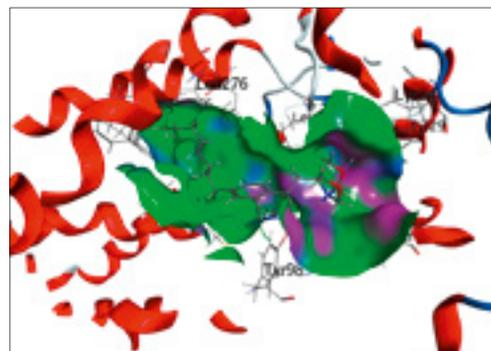

Abb.5 Bindung von „Schmetterlingsverbindungen“ an den S1P1 vgl. [5]
Abb.5 A) Histologische Auswertung von Gefrierschnitten mit Darstellung der Kalzifizierung (schwarz, Von-Kossa-Siberfärbung) im Bereich der Aortenklappen von Vitamin D-Rezeptor-knock-out-Mäusen (gefüttert mit einer calcium- und phosphatreichen rescue diet) im Vergleich mit Wildtypmäusen, die entweder eine rescue diet oder eine Diät mit normaler Calcium- und Phosphatversorgung erhielten. B) Auswertung der Kalzifizierungsflächen und C) Zahl der Kalzifizierungspots in den Aortenklappen von Vitamin D-Rezeptor-knock-out-Mäusen (VDR^{-/-}) und Wildtyp-Mäusen (WT), die eine rescue diet (RD) oder Diät mit normaler Calcium- und Phosphatversorgung (ND) erhielten [Daten publiziert in [4]].
Vitamin D-Rezeptoren wurden auch in Kardiomyozyten, Endothelzellen sowie glatten Muskelzellen nachgewiesen. Untersuchungen an Vitamin D-Rezeptor-defizienten Mäusen haben gezeigt, dass diese im Bereich der Herzklappen mehr Kalzifizierungen aufweisen als vergleichbare Wildtypmäuse [4]. Die Zunahme der Kalzifizierung war auch zu beobachten, wenn Wildtyp-Mäuse und LDL-Rezeptor-defiziente Mäuse über einen längeren Zeitraum Vitamin D-arm ernährt wurden (Abb. 5) [5]. Diese vaskulären Kalzifizierungen traten unabhängig von arteriosklerotischen bzw. inflammatorischen Prozessen
Das von uns entwickelte Modell konnte dann zur Untersuchung von neuen potenziellen Liganden an den S1P1 eingesetzt werden. Es konnte mit diesem Rezeptormodell gezeigt werden, dass die neuen „Schmetterlingsverbindungen“ (Weiterentwicklungen des immunmodulierenden Fingolimods – FTY720) in der Lage sind, an den S1P1-Rezeptor zu docken (Abb. 5) [5].
histologischen Schnappschuss fassen. Es handelt sich um diskrete quantitative Änderungen von zellbiologischen Funktionen, z.B. im Energiestoffwechsel, in der Nährstofferkennung und -verwertung, in der zirkadianen Regulation, in der Homöostase und Qualitätskontrolle von Proteinen oder in der Zell-Zell-Kommunikation. Solche diskreten Veränderungen können nur durch Funktionsmessung im Zellkulturmodell erfasst werden. Das wichtigste Arbeitspferd in der Aufklärung solcher altersassoziierter Veränderung von Zellfunktionen war über viele Jahrzehnte der dermale Fibroblast, der in standardisierten Verfahren aus Hautbiopsaten isoliert und in Kultur gehalten werden kann, ohne dass dafür eine maligne Transformation notwendig ist (das nennt man Primärkultur). Bereits 1961 entdeckte Hayflick [4], dass diese Zellen in der Kultur spontan altern und schließlich aufhören, sich zu teilen, was 50 Jahre später auf die replikative Verkürzung der Chromosomenenden (Telomere) zurückgeführt wurde (unter anderem dafür erhielten Blackburn, Greider und Szostak 2009 den Nobelpreis für Physiologie). Auch viele andere Alterungsmerkmale lassen sich an in vitro gealterten dermalen Fibroblasten nachweisen. Nur einige wenige dieser Alterungsmerkmale findet man auch in dermalen Fibroblasten aus der Haut alter Menschen wieder, die in vivo gealtert sind und nach nur kurzer Primärkultur ex vivo analysiert werden [5]. Diese Altersmerkmale der Fibroblastenalterung ex vivo sind wahrscheinlich ein wichtiger prognostischer Parameter für den Stand vergleichbare Alterungsprozesse in inneren Organen und Geweben. So zeigen Fibroblasten aus der Haut 60- bis 70-jähriger Menschen eine markante Störung des Energiestoffwechsels und der Mitochondrienfunktion (Abb. 5) [6], die auch in der Skelettmuskulatur wesentlich älterer Menschen auftritt und dort Muskelschwäche (Sarkopenie) auslöst, was schließlich in Immobilität und Gebrechlichkeit mündet. Es liegt nahe zu vermuten, dass die Störung im Energiestoffwechsel der Hautfibroblasten der vergleichbaren Störung in den Muskeln vorausläuft, diese vorhersagen und somit eine präventive Intervention gegen den Muskeldefekt begründen kann.
Abb.5 Störung des Energiestoffwechsels in alten Hautfibroblasten. Mit dem Lebensalter sinkt die zelluläre Mitochondriendichte (A). Weniger Mitochondrien leisten die gleiche Arbeit, weshalb der Sauerstoffverbrauch konstant bleibt (D). Jedoch steigt der Elektronendurchsatz durch die Atmungskette und es kommt zur vermehrten Produktion von Sauerstoffradikalen (B). Das Potenzial an der inneren Mitochondrienmembran steigt an (C). Im Zuge der chronischen Überlastung sinkt schließlich die ATP-Produktion und der ADP/ATP-Quotient steigt an (modifiziert nach Literatur [6]).